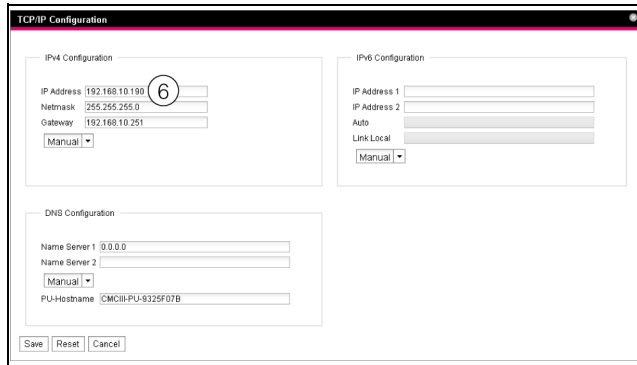

Abb. 14: Anpassen der TCP/IP-Einstellungen
- Ändern Sie im Fenster **TCP/IP Configuration** im Gruppenrahmen **IPv4 Configuration** die IP-Adresse des Geräts auf eine im Netzwerk erlaubte Adresse ab (Abb. 14, Pos. 6).